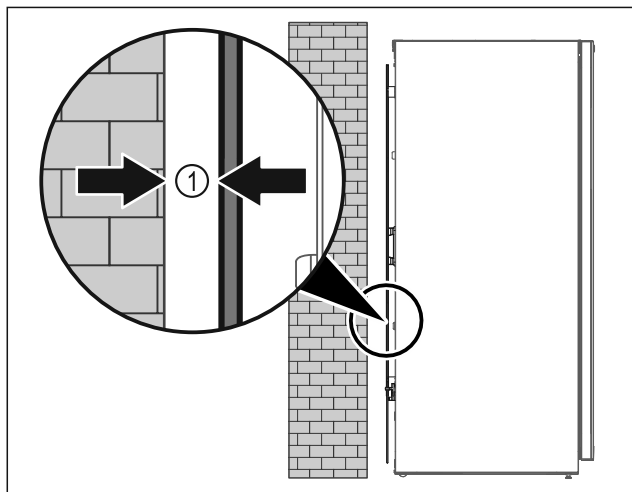

Fig. 8
► Uzstādiet ierīci vai nu kā brīvstāvošu ierīci, vai tieši pie sienas 5 mm Fig. 8 (1) minimālā atstatumā no tās.